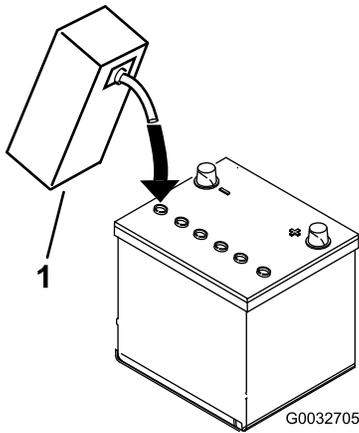

Figura 8
de aproximadamente 6 mm (1/4") de fluido (Figura 8).
- Espera aproximadamente 20–30 minutos para que el electrolito penetre en las placas. Llene si es necesario para que el electrolito llegue a una distancia de aproximadamente 6 mm (1/4") del fondo del hueco de llenado (Figura 8).